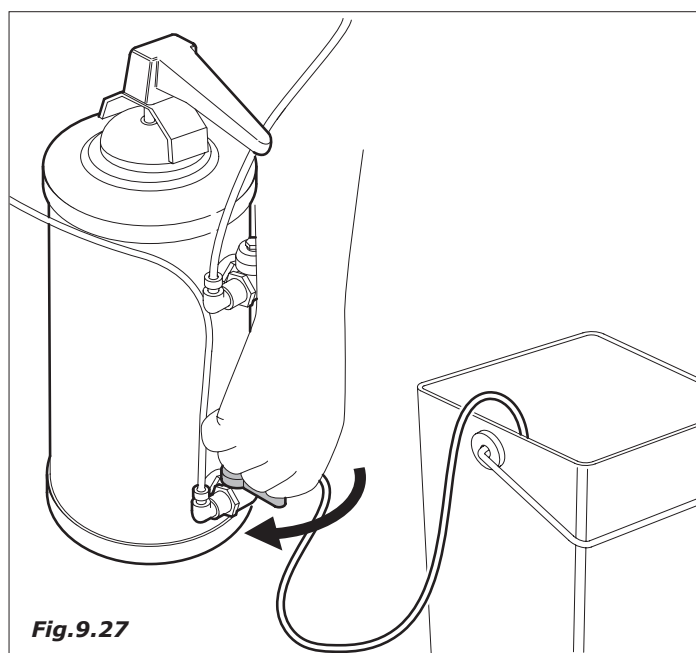

Fig.9.27
- Quitar tensión y cerrar el grifo (Fig.9.27)